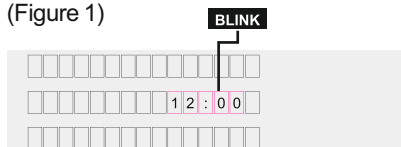

Figure 1
- La première fois, vous devrez suivre un processus d'installation pour pouvoir utiliser le four. Appuyez sur Marche/Arrêt pour continuer. (Figure 1)